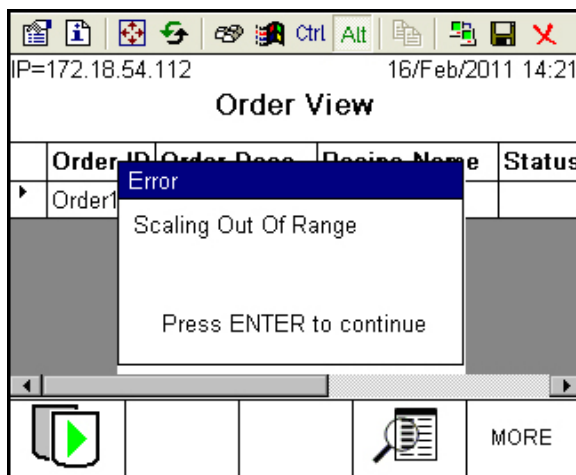

Figura 2-9: Verificación de la orden: mensaje de error de capacidad
- Los recipientes deben tener capacidad para recibir las cantidades de materiales que se van a producir (Figura 2-9).